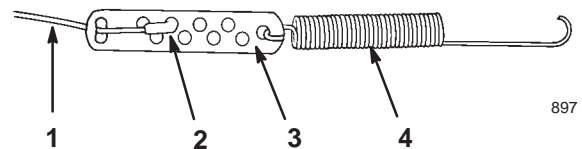

Bild 5
2. Haken Sie die Feder in das Rundloch am Ende der Zugeinstellung ein (Bild 5).
3. Sichern Sie das Ende des Bowdenzuges an der Zugeinstellung wie im Bild 5 ab.